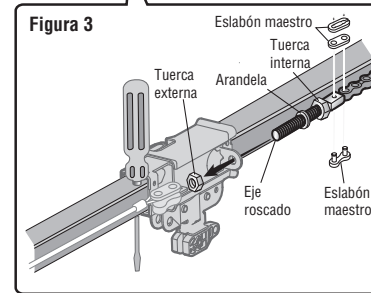

Figura 3
6. Introduzca el eje roscado del trole por el orificio del trole. Cerciórese de que la cadena no esté torcida. (Figura 3)